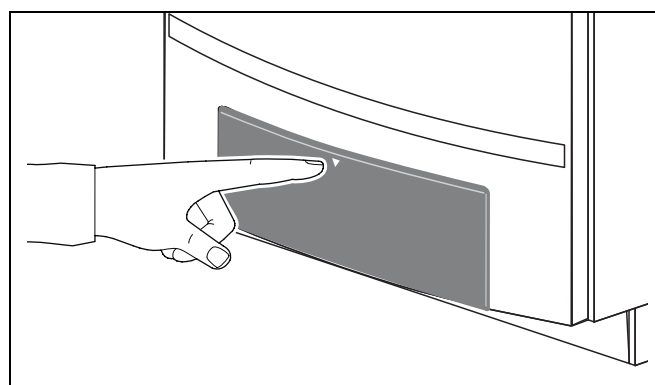

Fig. 59 Deschideți tabloul de comandă
- Deschideți tabloul de comandă prin apăsare (Fig. 59).